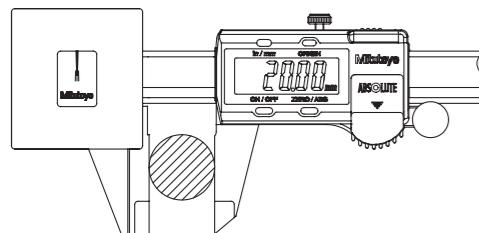

Fig.3
- 測定に際しては測定物をジョウの間にはさみ、定圧装置の指針が定圧領域に入るようスライダを操作し、その状態でのデジタル表示の値を読み取って下さい。(Fig.3)